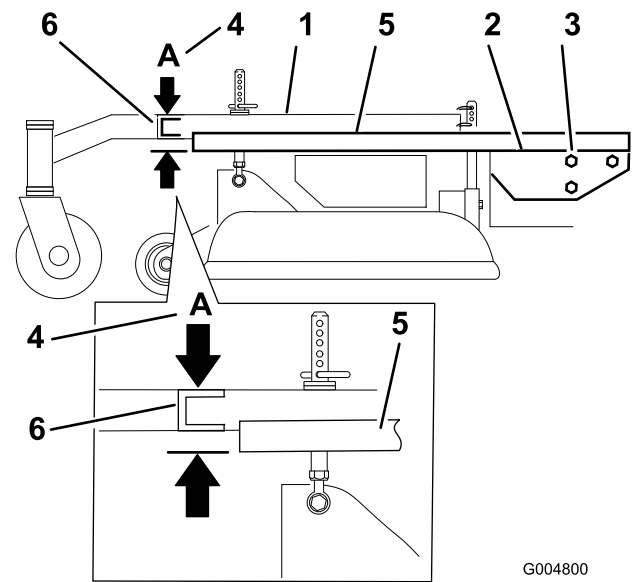

Figura 60
3. Coloque una regla larga en la parte superior de la plataforma del motor según se ilustra en la Figura 60.
4. En la ranura transversal del bastidor de tiro, mida la altura en la posición **A** (Figura 60). Debe ser de 33 mm (1-5/16 pulg.), con una tolerancia de más o menos 6 mm (1/4 pulg.).
6. Afloje los pernos de montaje del bastidor de tiro en los dos lados de la máquina (Figura 60).
7. Alinee el bastidor de tiro y la plataforma del motor para que tengan una altura de 33 mm (1-5/16 pulg.), con una tolerancia de más o menos 6 mm (1/4 pulg.) en la posición **A** (Figura 60).